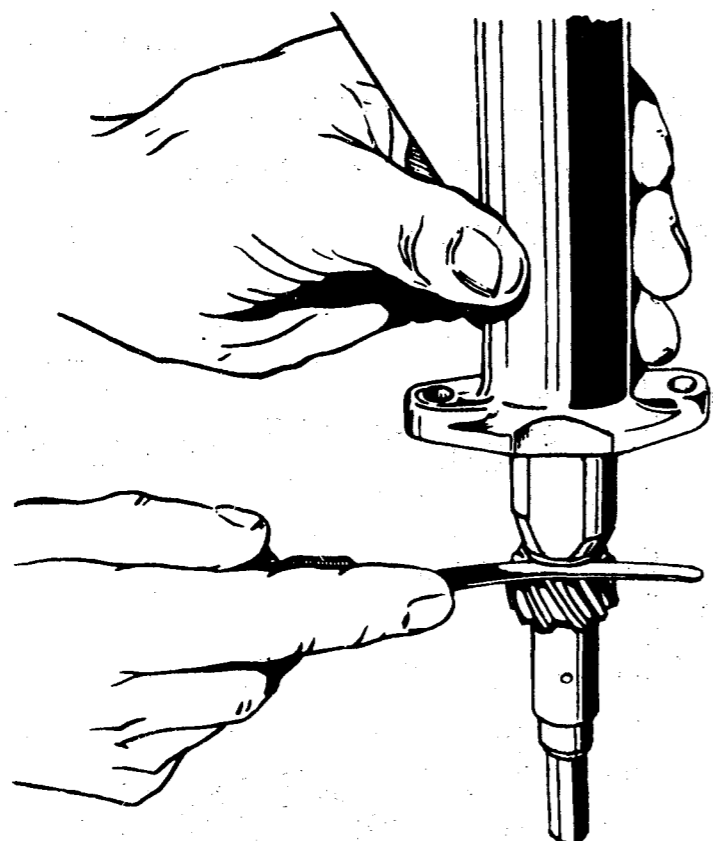

Рис. 67. Проверка осевого зазора между корпусом привода масляного насоса и распределителя зажигания и шестерней
- проверить осевой зазор валика привода при помощи щупа, вставляемого между корпусом привода и шестерней (рис. 67). Зазор должен быть в пределах 0,15 - 0,40 мм;